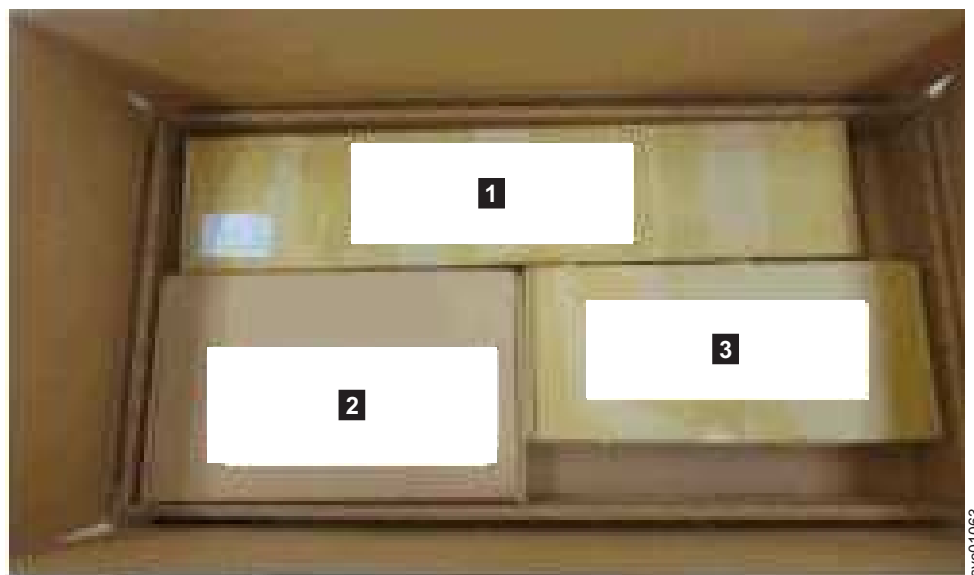

Figura 49. Bandeja contendo as peças do gabinete de expansão
O gabinete de expansão 2145-92F e a maioria das peças são enviados juntos em uma caixa grande. Uma bandeja na parte superior do gabinete contém a fachada frontal (peças 1U e 4U), o suporte para organização de cabos (CMA) e o kit de trilhos deslizantes; essas peças devem ser instaladas. Figura 49 na página 58 mostra como o gabinete é embalado para envio.
6. Remova o kit de trilhos de suporte da caixa na qual ele foi enviado (**1**, conforme mostrado em Figura 49 na página 58).
- 17. Remova o conjunto do suporte para organização de cabos da embalagem (**2** em Figura 49 na página 58).